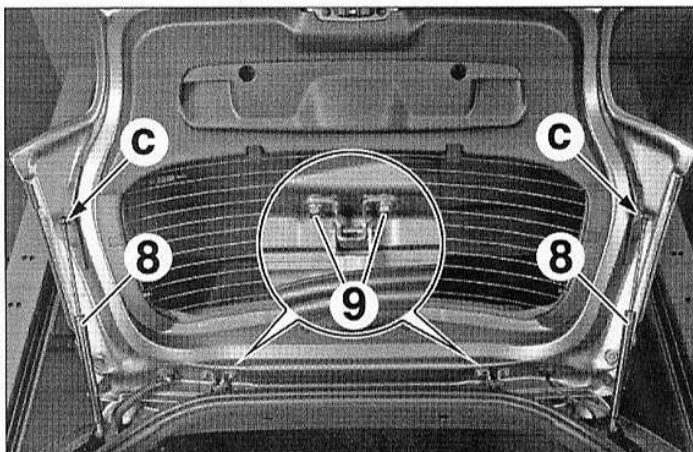

FIG.74
- A l'aide d'un deuxième opérateur (Fig.74) :
- Désolidariser les vérins (8) du hayon en (c).
- Déposer les vis (9).